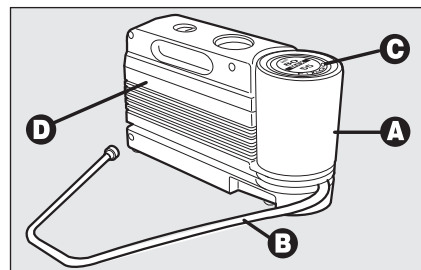

fig. 11
Le kit **fig. 11** est placé dans le coffre à bagages. Dans le boîtier du kit de réparation rapide se trouvent aussi le tournevis et le crochet d'attelage.
- ☐ une bombe **A-fig. 11** contenant le liquide scellant, dotée de: